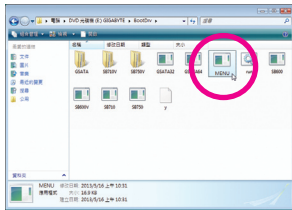
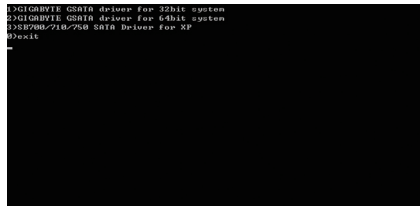

图2
图3
- 2: 进入光盘中的「BootDrv」文件夹, 双击「Menu.exe」文件(图2)后会出现「命令提示符」画面, 内含如图3所示的控制器菜单。
- 3: 放入空白磁盘。按下SATA控制器驱动程序代码后再按<Enter>键。以图3的菜单为例, 请选择“3) SB700/710/750 SATA Driver for XP”。